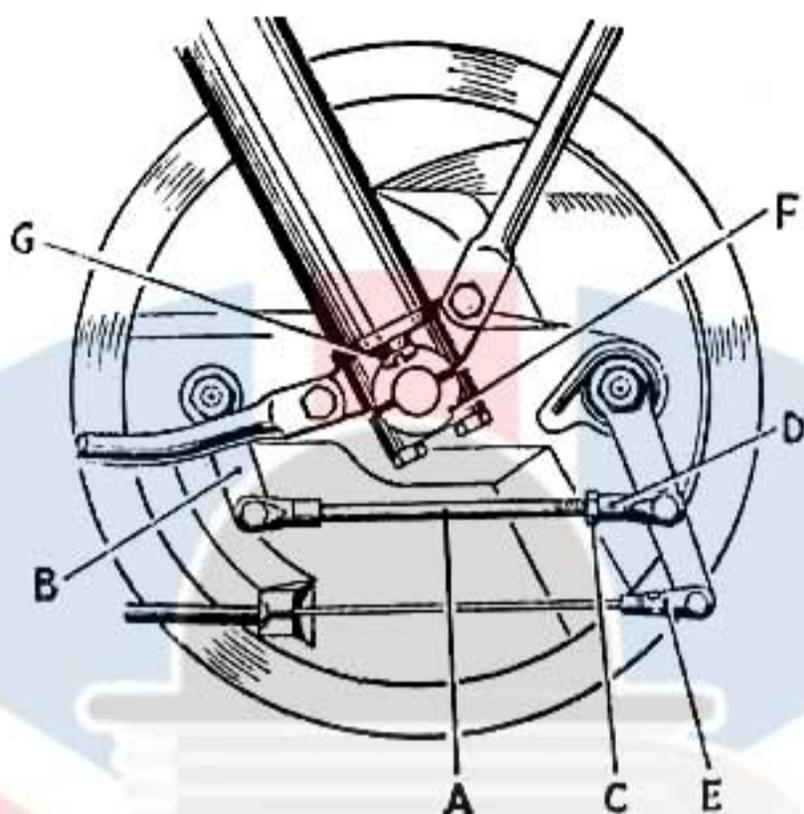
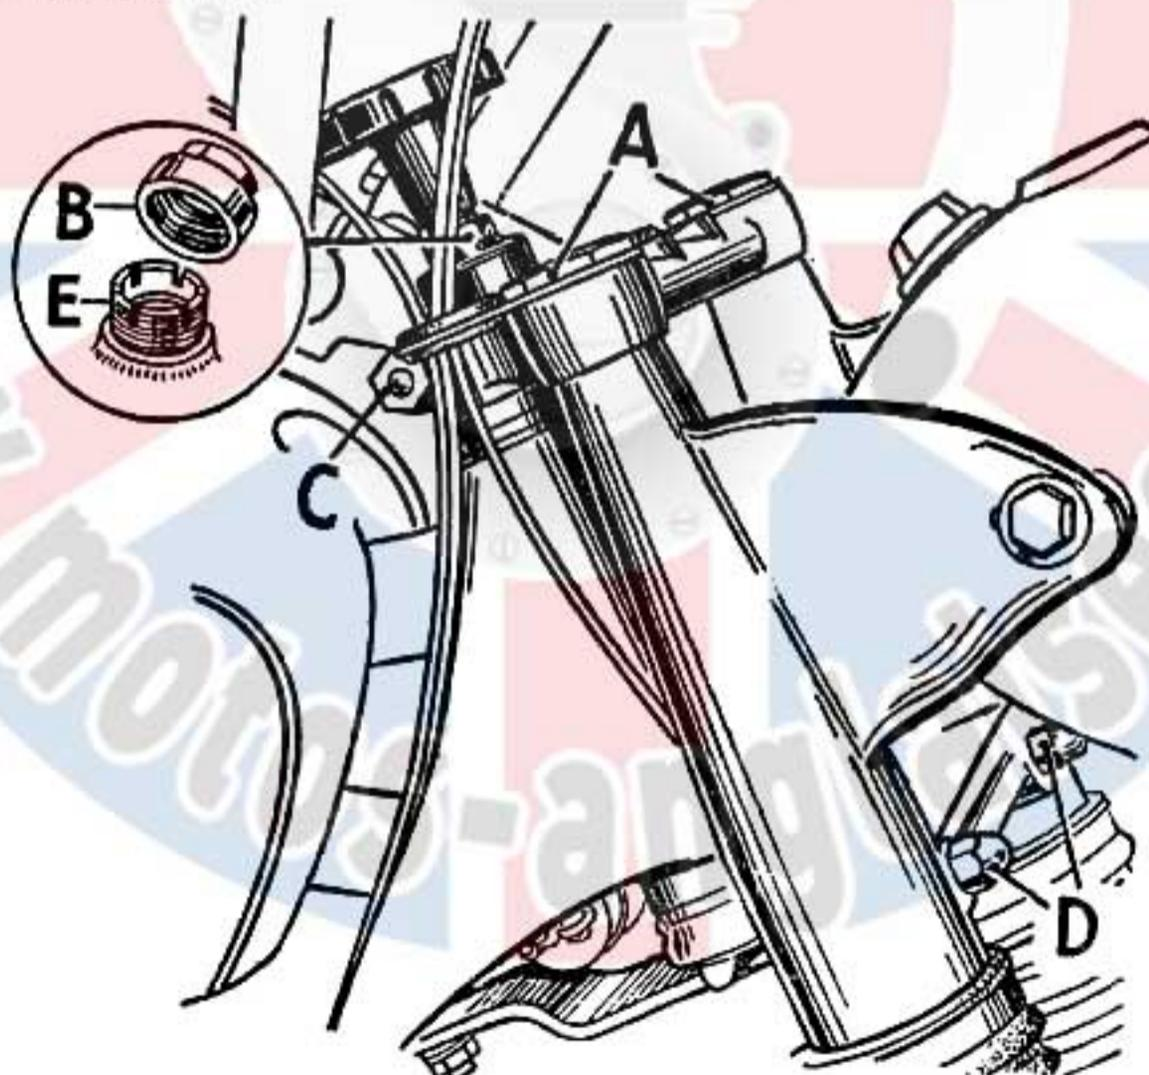

Fig. 27. Montage de la roue avant montrant la tringlerie de frein (Lightning, Firebird Scrambler, Spitfire Mk. IV).
Fig. 30. Les fourches avant et la tête de direction (les éléments B et E sont pour les modèles A seulement).
Desaccoupler le câble de frein en retirant le circlip, ou la goupille pivot et la goupille fendue de l'étrier (E) Fig. 27 et 28, et retirer le câble par la fente de la butée.
Retirer les écrous de chapeau (A) Fig. 30, et les vis de vidange (G) Figs. 27 et 29 à la partie inférieure de la partie coulissante de la fourche.
Dévisser l'amortisseur de direction et retirer le chapeau supérieur (B) Fig. 30. Desserrer les écrous de blocage (C) et (D), puis serrer le manchon (E) jusqu'à ce que le réglage soit correct. Tenir le guidon légèrement et le faire tourner doucement. La direction doit être libre, et les fourches doivent pivoter régulièrement. Si le mouvement est irrégulier cela signifie que le réglage est trop serré ou que les pistes de roulement sont abimées. Quand le réglage est correct serrer les écrous de blocage (C) et (D), replacer le chapeau (B) et l'amortisseur de direction.